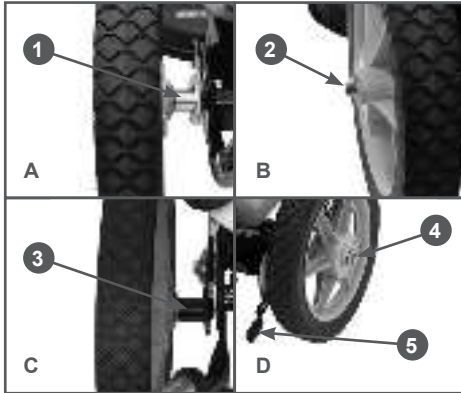

Рис. 5 Установка колес
1. Установите правое колесо на ось рамы, используя более длинные: втулку 1 и болт 2 крепления длиной 120 мм (Рис. 5А, 5В). Надежно затяните болт с помощью ключа 14 мм с усилием 34 Нм.
2. Установите левое колесо на ось 3 узла регулятора, используя болт крепления длиной 85 мм (Рис. 5С, 5D). Надежно затяните болт с помощью ключа 14мм с усилием 34 Нм.